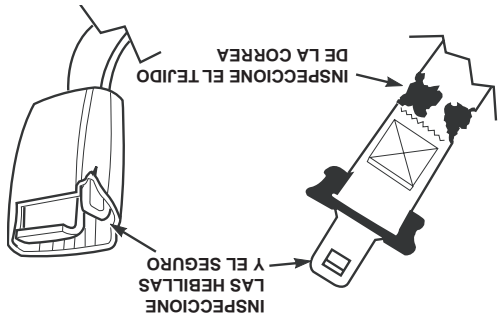

Figura 2-1 Inspección del cinturón de seguridad
1. Revise la longitud completa de las correas para detectar si hay cortes, desgaste, roturas, suciedad y rigidez. Vea la Figura 2-1.
3. Revise la hebilla y el seguro para verificar su correcto funcionamiento y determine si la placa de cierre está excesivamente gastada, deformada, o si la hebilla está dañada o agrietada. Vea la Figura 2-1.